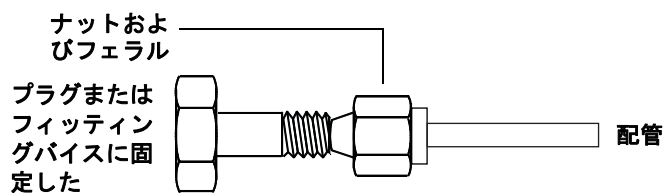

図8 フィッティングの組み立て
- 3 配管をステンレス製のプラグに押し込みます（図 8）。